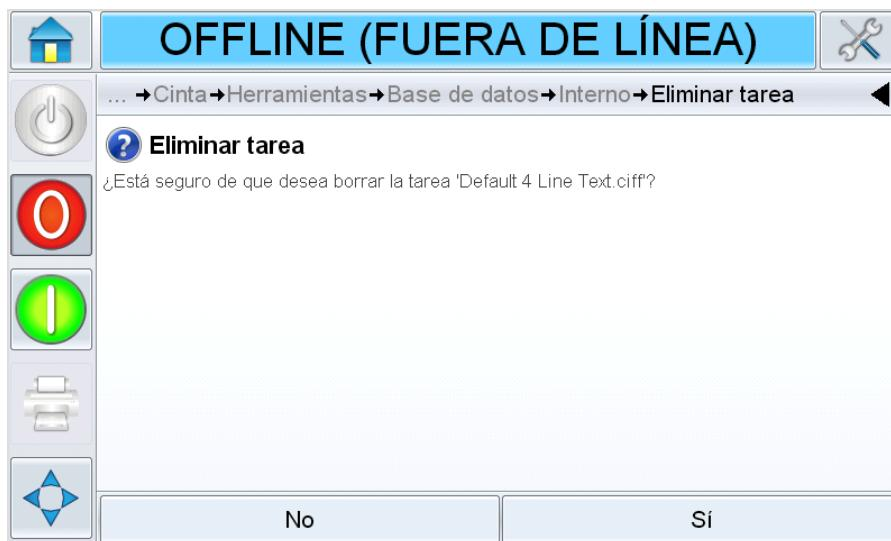

Figura 6-14: Pantalla de confirmación
6. Confirme el trabajo a eliminar (Figura 6-14).